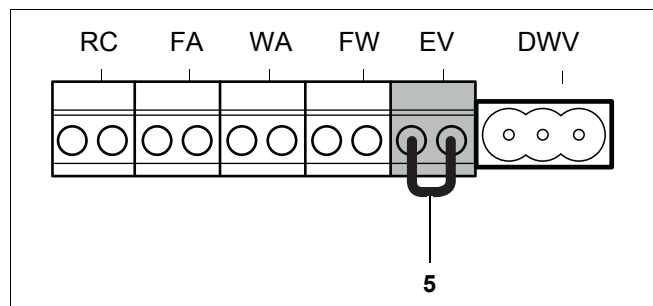

Fig. 35 Regletă – contact de cuplare extern fără potențial pentru încălzirea pardoselii de exemplu (culoare de racord roșie)
- Îndepărtați puntea de scurtcircuit a bornei EV (Fig. 35, Poz. 5).
- Racordați contactul de cuplare la borna roșie EV (Fig. 35, Poz. 5).